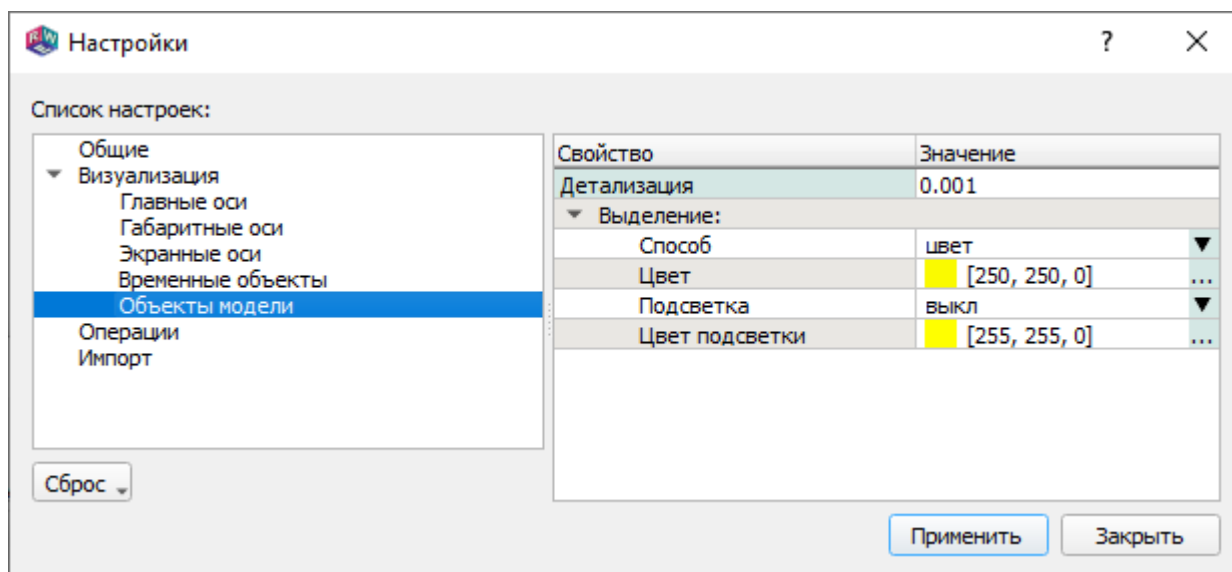

Рис. 198
17.3.6.1. Вид страницы настроек объектов геометрической модели показан на рис. 198.